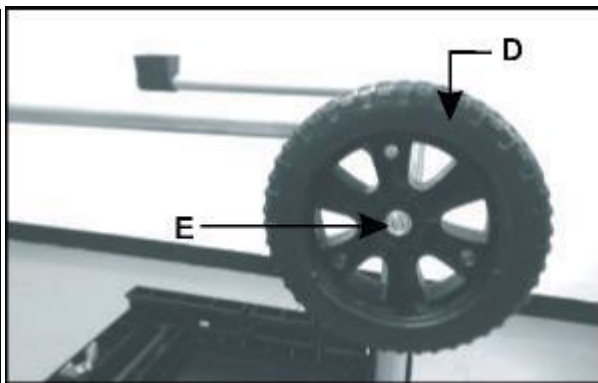

Fig. 1C
2. Montez les roues (D) et serrez d'abord l'écrou (E) à la main. (Fig. 1C)